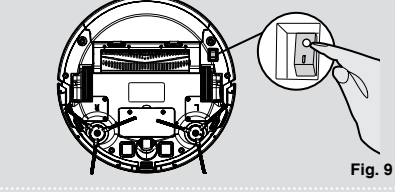

Fig. 9
Enciende el robot aspirador con el interruptor de encendido y apagado en la parte inferior (I). [Fig. 9] Colóquelo frente a la base de carga.
1. Presione el interruptor de encendido y apagado de la parte inferior del robot. [Fig. 9]